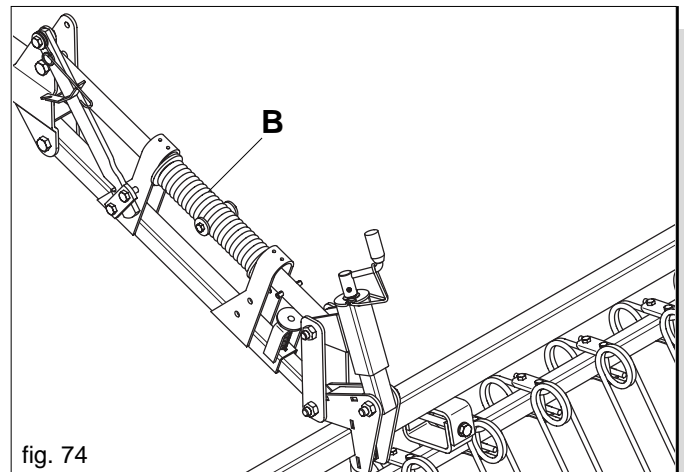

fig. 74
Der Arbeitsdruck der Federzähne der Saatgutabdeckegge kann durch Drehung der Feder (B) auf dem oberen Parallelarm verändert werden (Abb. 74).